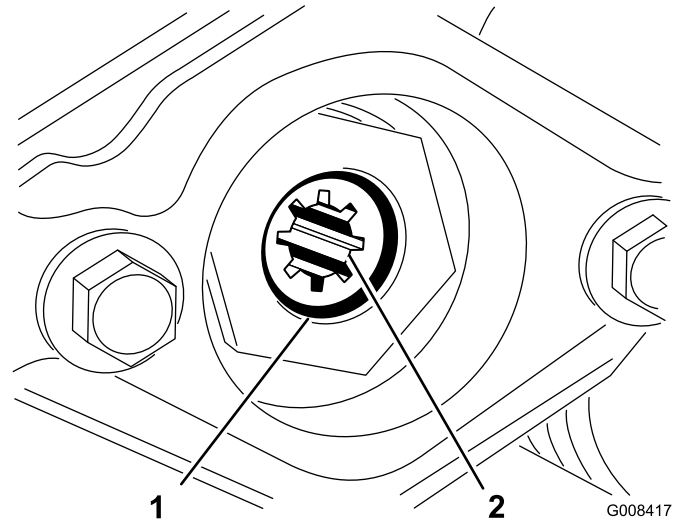

Figure 15
1. Support du moteur 3. Vis Allen (2)
- D. Retirez le jonc d'arrêt qui fixe l'accouplement d'entraînement dans le tube du cylindre (Figure 15). Enlevez l'accouplement d'entraînement.